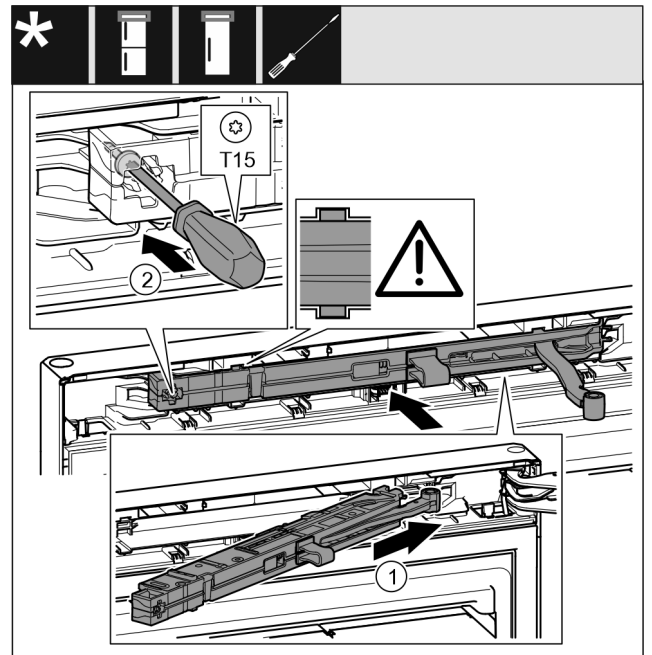

Fig. 33
- ▶ Schließdämpfereinheit Fig. 33 (1) auf der Lagerbockseite bis zum Anschlag schräg in die Aussparung einschieben.
- ▶ Schraube Fig. 33 (2) mit einem Schraubendreher festschrauben.